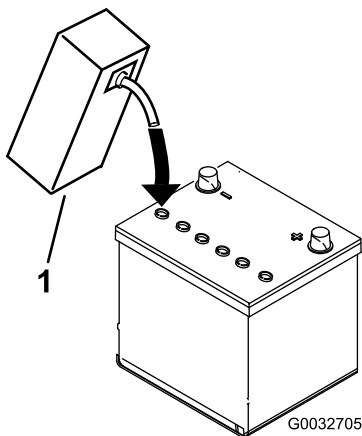

Figura 7
- Riempite con cautela ciascun elemento di elettrolito finché le piastre non sono coperte con circa 6 mm di fluido (Figura 7).
- Attendete circa 20 o 30 minuti perché le piastre assorbano l'elettrolito. All'occorrenza rabboccate finché l'elettrolito non è a circa 6 mm dalla base della tazza di riempimento (Figura 7).